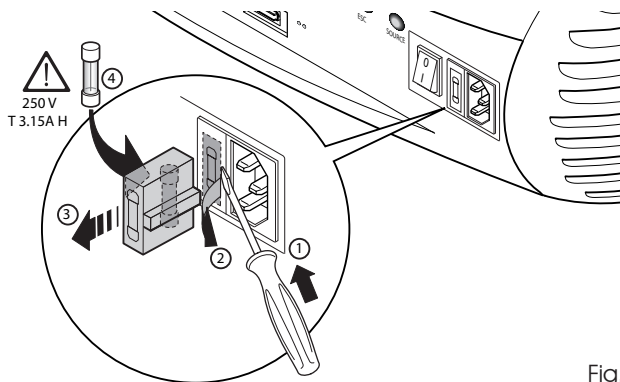

Fig. 3
O local onde fica alojado o fusível encontra-se próximo do conector da rede eléctrica (Fig. 3). Retire, com a ajuda de uma chave de fenda plana, o conector porta-fusível (2) e substitua o fusível (3). De seguida, insira o fusível sobresselente (4). Utilize apenas fusíveis do tipo T 5A H.